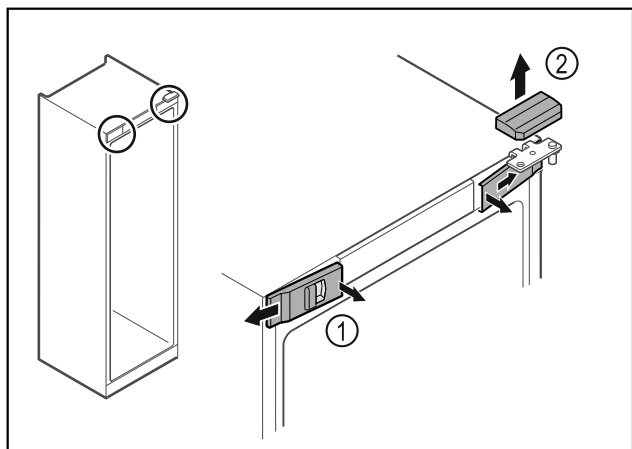

Fig. 14
► Wyczepić przednie osłonki Fig. 14 (1) i odchylić w bok.
► Górną osłonkę Fig. 14 (2) zdjąć w górę.